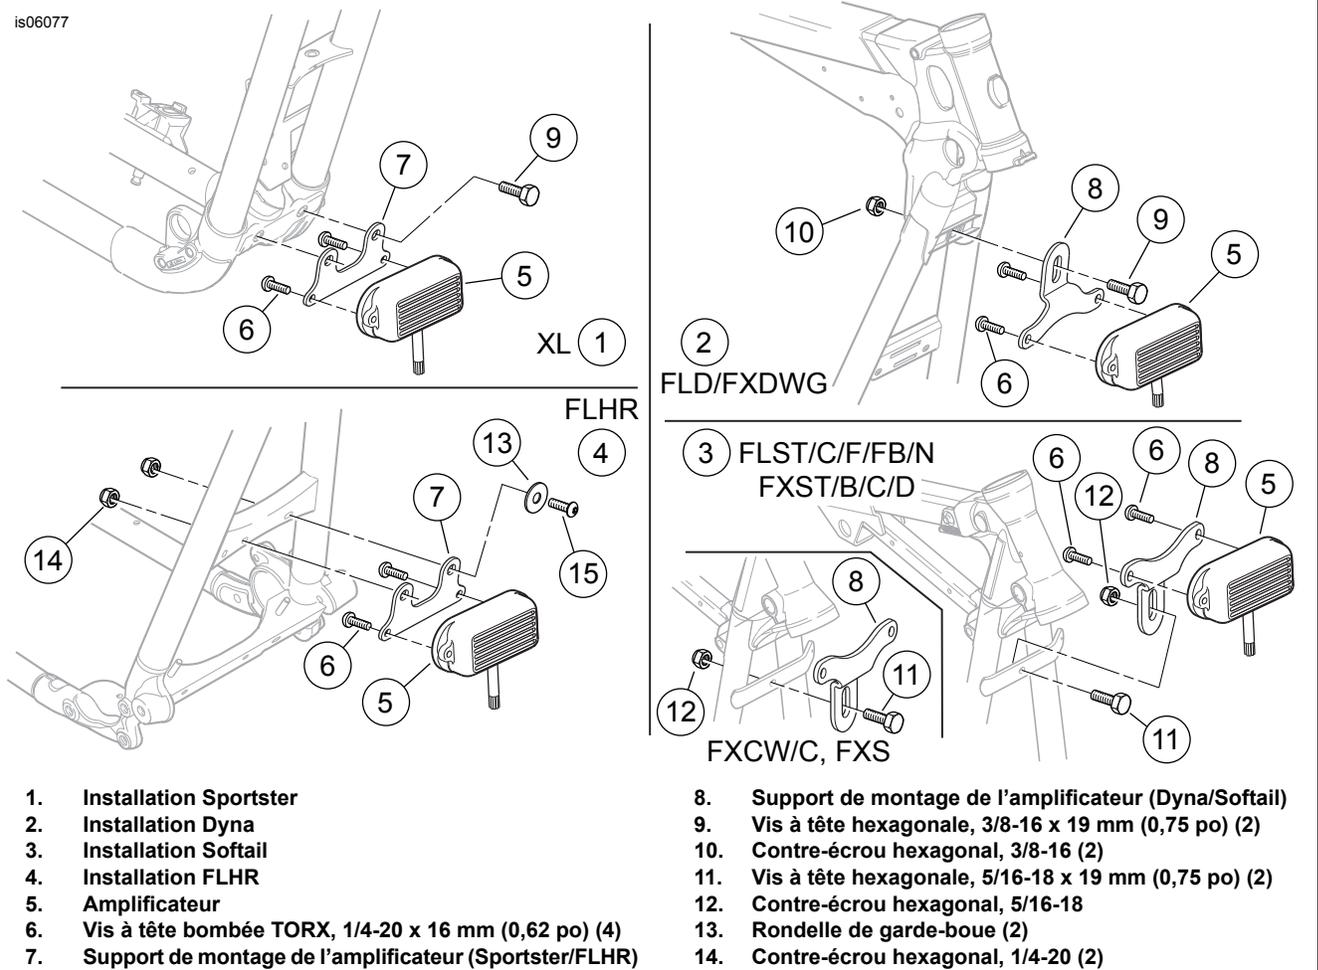

Figure 1. Installation de l'amplificateur et du support
2. Voir Figure 1. Installer l'amplificateur (5, portion de l'ensemble de faisceau de fils) sur le support avec les vis (6) et serrer à un couple de 7,4 N·m (65 in-lbs).
- **Pour les modèles Sportster :** Sélectionner deux vis à tête hexagonale (9) de 3/8-16 du kit.
- **Pour les modèles Dyna :** Sélectionner une vis à tête hexagonale (9) de 3/8-16 et un contre-écrou hexagonal (10) du kit.
- **Pour les modèles Softail :** Sélectionner la vis 5/16-18 (11) et le contre-écrou hexagonal (12) du kit.
- **Pour modèles Touring :** Sélectionner deux vis à tête TORX de 1/4-20 x 16 mm (0.62 in) de long (6), deux rondelles de garde-boue (13) et deux contre-écrous hexagonaux (14) du kit.
4. Voir Figure 1. Installer l'amplificateur et le support sur la traverse de cadre entre les tubes descendants avant comme indiqué.